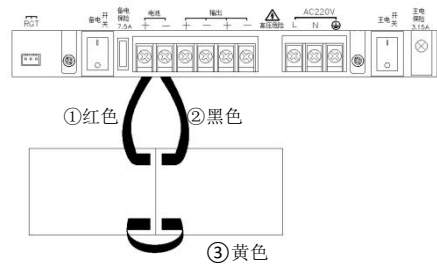

图 3 电池接线示意图
- 将 2 节蓄电池按照图示放入相应位置，按照图 3 所示连接至电池 (+、-) 端子。①先连接电池 “+” 与蓄电池 “+”；②再连接电池 “-” 与蓄电池 “-”；③最后将 2 节蓄电池 “+” 与 “-” 连接。接线完成后使用电池压板将电池固定。